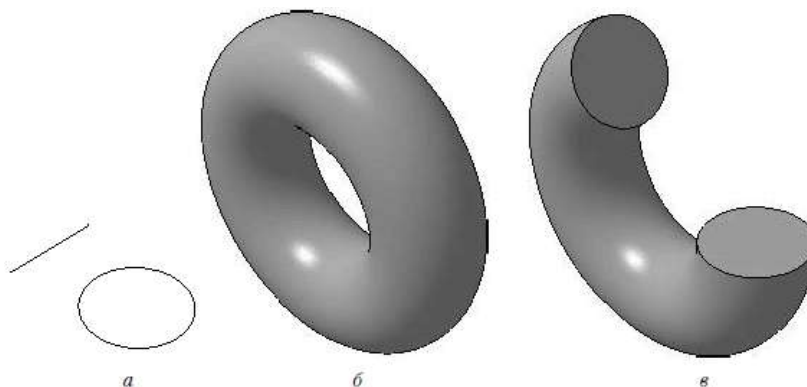

Рис. 3.6. Вращение: эскиз (*а*), полное вращение (*б*), вращение на угол меньше 360° (*в*)
- **Вращение.** Формообразующий элемент является результатом вращения эскиза (рис. 3.6, *а*) в пространстве вокруг произвольной оси (рис. 3.6, *б*). Вращение может происходить на угол 360° или меньше (рис. 3.6, *в*). Обратите внимание, ось вращения ни в коем случае не должна пересекать изображение эскиза!